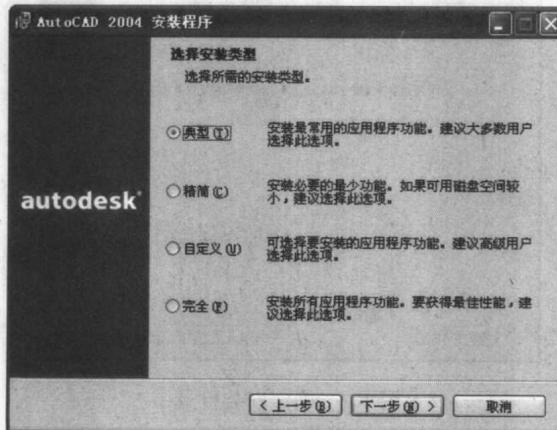

图 1-5 选择安装类型
8. 现在安装程序要求用户选择安装类型。安装程序提供了如图 1-5 所示四种安装类型。